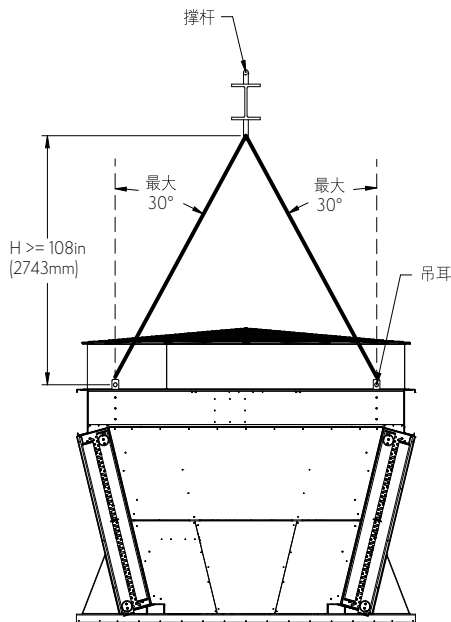
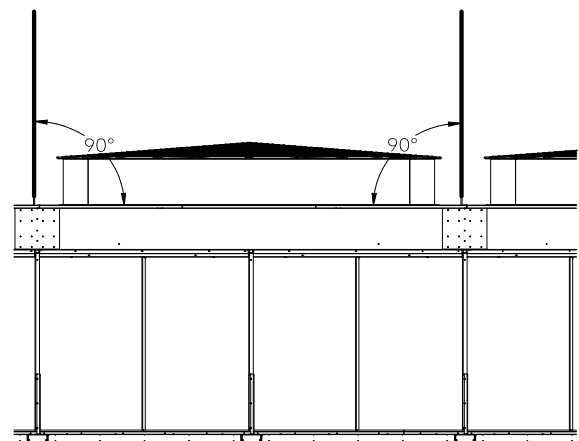

图 22.1 - 上段的端视图
图 22.2 - 上段的侧视图
2. 如图22.1所示，必须小心确保起重机与风机顶板之间的“H”尺寸大于或等于9' (2.7m)。从机组侧面观察，起吊角度必须始终与机组风机顶板呈90°夹角（垂直），如图22.2所示。从机组端图观察，上段吊耳之间的中心线距离为9'-7/8" (2790mm)。